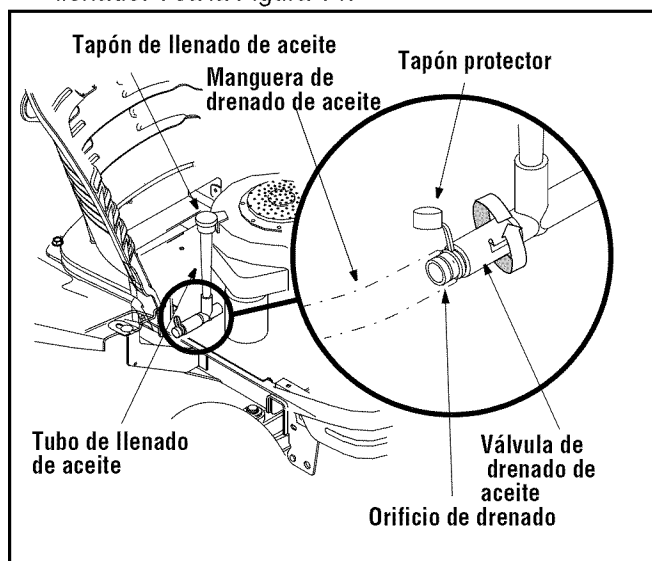

Figura 14
- Desenrosque el tapón de llenado de aceite y extraiga la varilla de nivel de aceite del tubo de llenado. Vea la Figura 14.
- Abra el tapón protector en el extremo de la válvula de drenado de aceite para dejar expuesto el orificio de drenado. Vea la Figura 14.
- Empuje ligeramente hacia adentro la válvula de drenado de aceite, luego rótelas en sentido contrario al de las agujas del reloj y tire hacia afuera para comenzar el drenado de aceite. Vea la Figura 14.